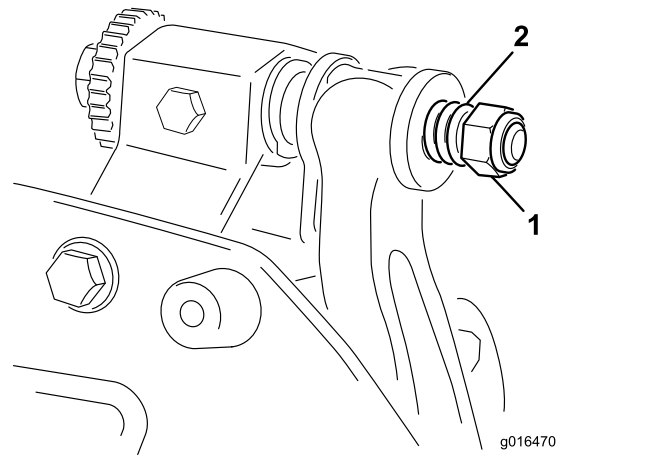

図 24
6. スプリングがつぶれるまでテンションナットを締め、そこから半回転戻す 図 24。